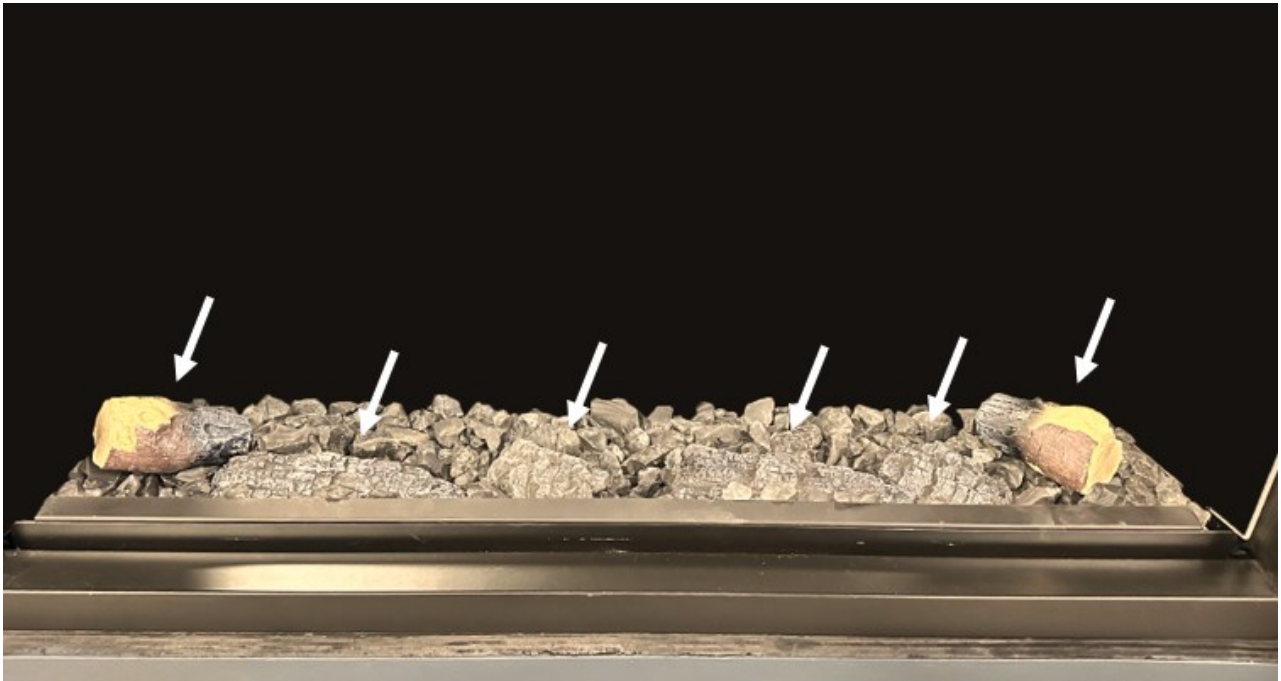

Figure 4.4 - Bûches de base
- La Figure 4.4 montre les (4) bûches carbonisées installées. Elles sont placées devant les lumières à DEL du lit de braises à rougeoiement variable. Les deux bûches carbonisées avec écorce sont placées aux deux côtés du foyer.